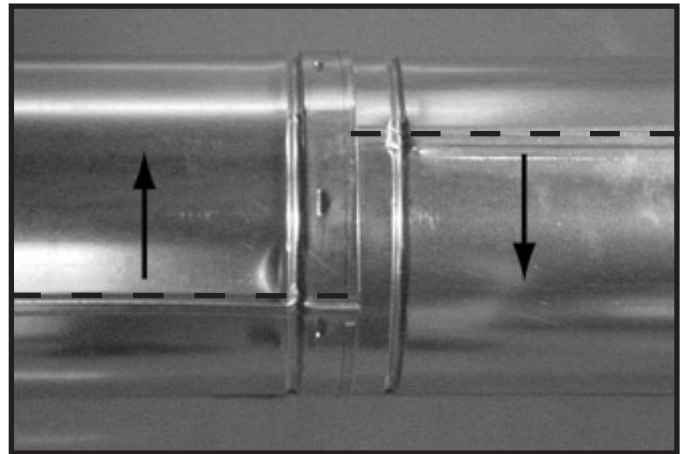

Figure 7.7 Faire pivoter les joints d'assemblage pour démonter
- Faites pivoter l'une des sections (figure 7.7), de façon à ce que les joints d'assemblage soient alignés, comme il est indiqué à la figure 7.8.